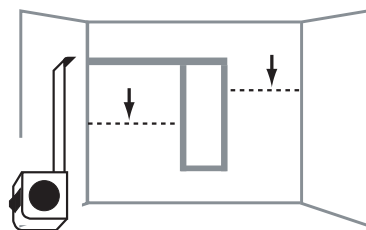

FIG. 4.0
1. Use las medidas de ubicación de altura de los estantes **INFERIORES (D)** en la cuadrícula para medir desde el estante superior hacia abajo y marque todos los lugares del estante inferior en la pared trasera del armario (Fig. 4.0).